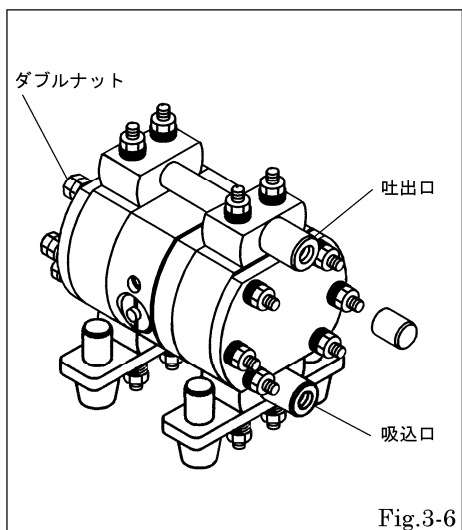

Fig.3-6
- ・横側のキャップを全て取外す。(左右6個毎) [Fig.3-6]